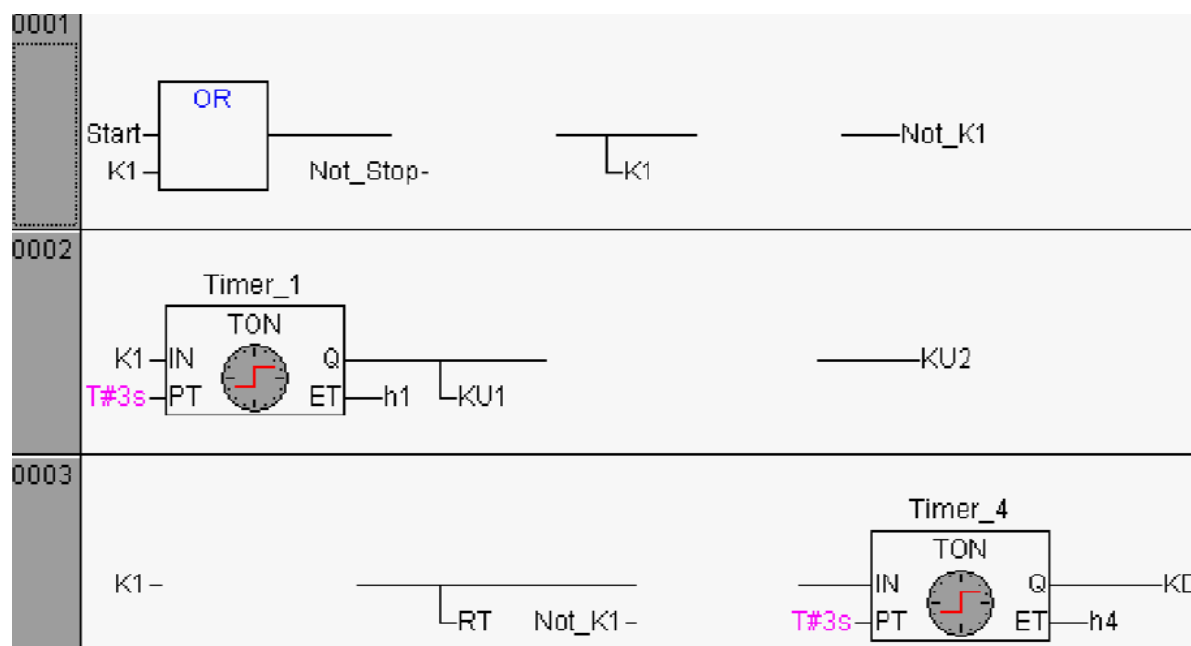

Рисунок 4 – Фрагмент программы на языке FBD для системы управления.
1. В среде CoDeSys составить программу на языке FBD, которая реализует заданный алгоритм управления. Фрагмент программы представлен на рис. 4.